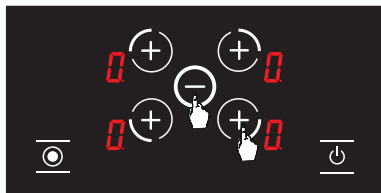

Рисунок 19
1. Одновременно нажмите кнопку выбора передней правой конфорки (⊕) и кнопку минуса (⊖) (см. Рис. 19), вы услышите короткий звуковой сигнал. Затем поднимите пальцы с панели управления плиты.